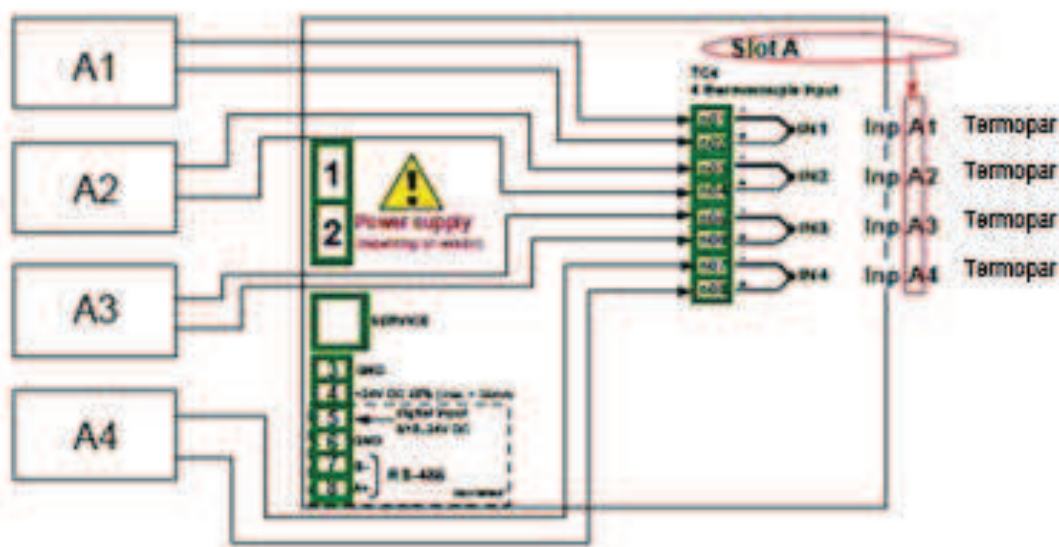

Fig. 7.69. Diagrama esquemático del módulo TC4
Antes de medir la temperatura, los sensores de termopar deben estar conectados al dispositivo. Un ejemplo de la conexión se muestra en la **Fig. 7.69.**
- Parámetro fuente establecido como **Ent. A1: Termopar** (ver la conexión en la **Fig. 7.69**),
- Parámetro **fuentes** establecido como Fuente - **Ent. A2: Termopar** (ver Fig. 7.69),
- Parámetro fuente establecido como **Fuente - Ent. A3: Termopar** (ver Fig. 7.69),
- Parámetro fuente establecido como **Fuente - Ent. A4: Termopar** (ver Fig. 7.69),